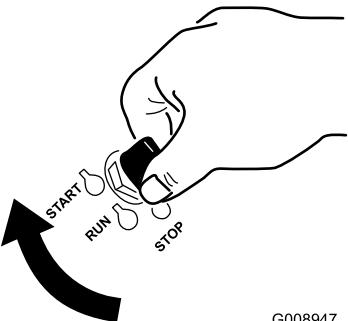

Figura 20
6. Gire la llave de contacto a la posición de ARRANQUE (Figura 20).